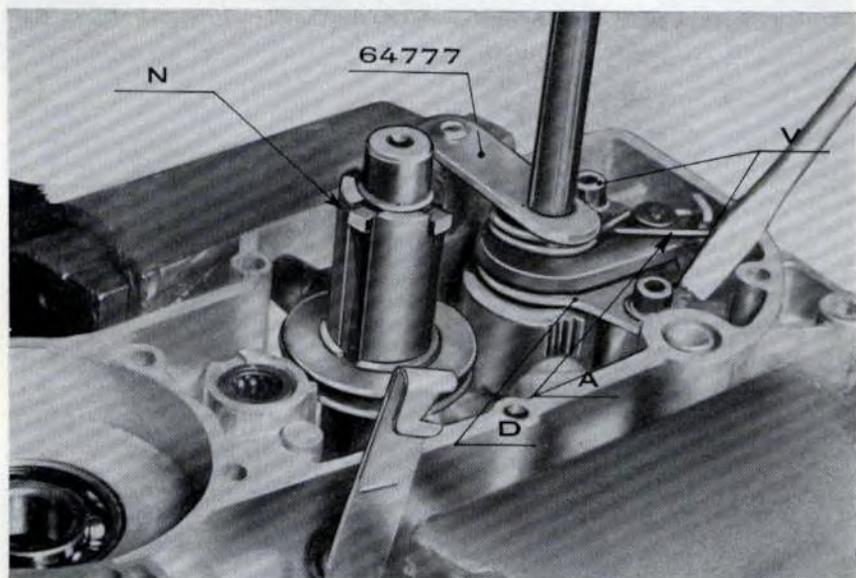

Fig. 17 - Regolazione gruppo preselettore
12. Montare la molla A avendo cura di incrociare le due estremità, ottenendo poi che siano sullo stesso piano. (Vedi fig. 17)
14. Fig. 17 - Per controllare ed eventualmente registrare il posizionamento delle marce occorre: